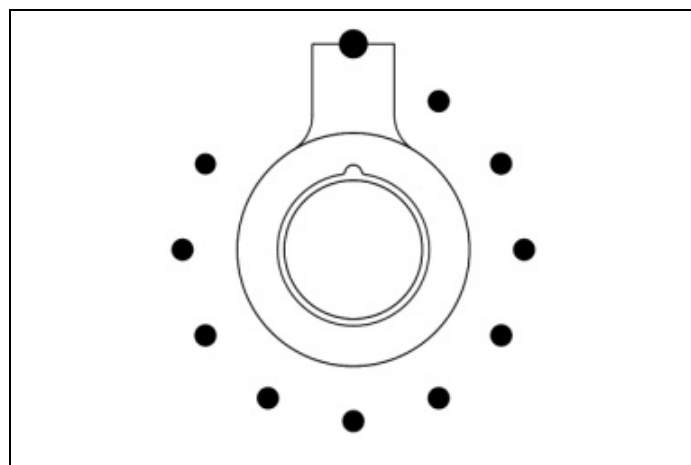
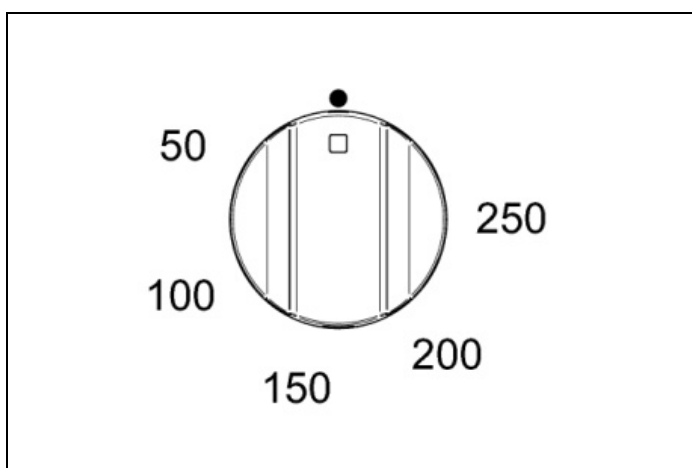
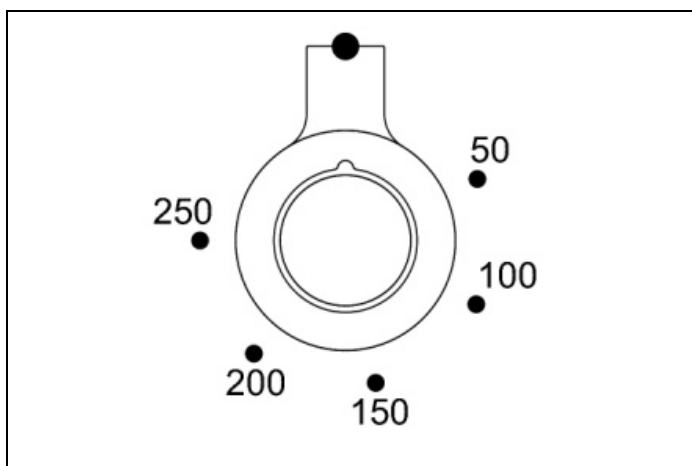

Fig. 25
Fig. 23
Fig. 24
- 2) Ruotare la manopola della temperatura (**Fig. 23 - Fig. 24 e Fig. 25** solo per modello PRO T) in senso orario per selezionare la temperatura desiderata. La luce arancione si spegne una volta che il forno ha raggiunto la temperatura scelta ed è pronto per l'uso. È normale che questa luce si spenga e si accenda durante la cottura così che gli elementi mantengano costante la temperatura (il funzionamento del forno è indicato dal display del programmatore solo per la versione PRO T).